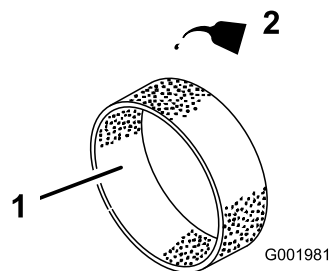

Figura 40
4. Coloque 30 a 59 ml (1 a 2 fl oz) de óleo no elemento (Figura 40).